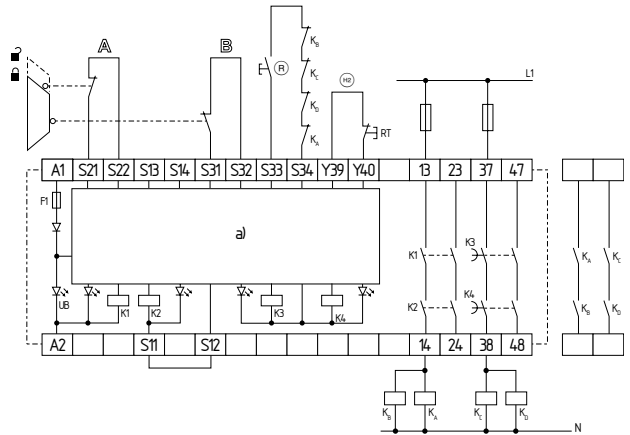

Fig. 7
Controllo a due canali, rappresentato utilizzando l'esempio di un sistema di sorveglianza porta con due contatti A e B, di cui almeno uno ad apertura obbligata; pulsante di Reset esterno (R) (vedere Fig. 7)